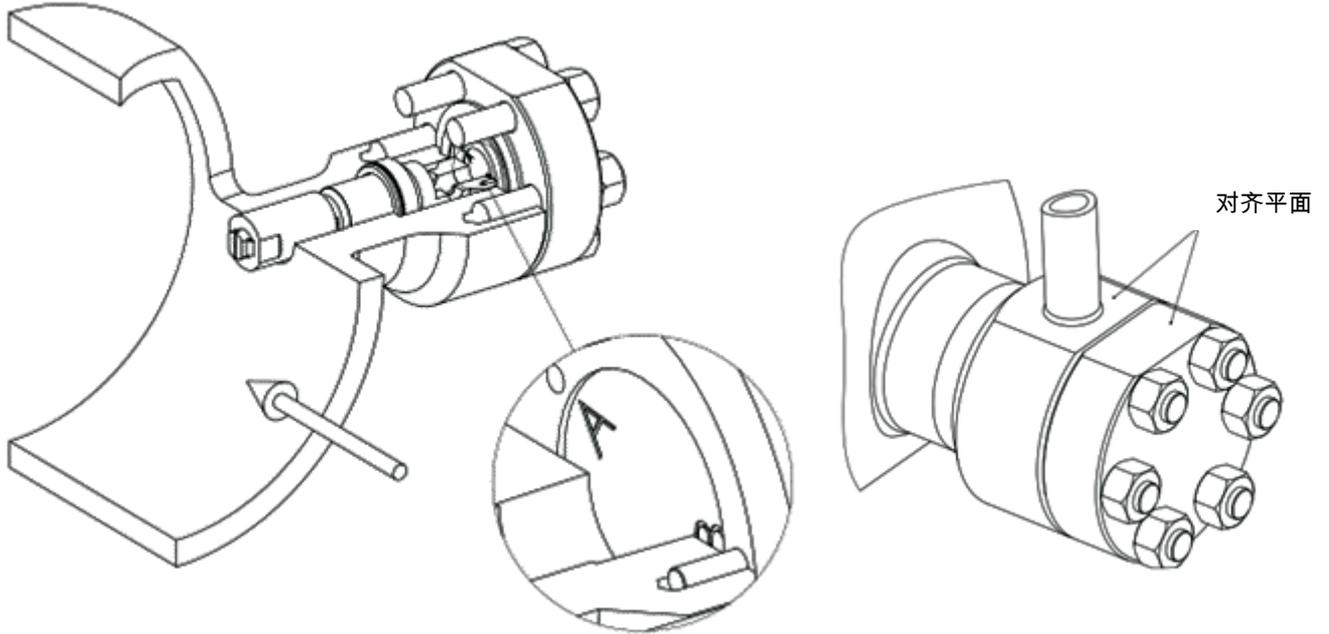

图 11 - 带扁平喷嘴的 DSH 总成
Baker Hughes 为低流量应用提供扁平喷嘴总成。扁平喷嘴喷出扁平喷形，其必须垂直于蒸汽流才能正常发挥作用。为此，需要使用销钉将喷嘴总成与盖板法兰连接起来。如下图 11 所示，根据喷嘴数量的不同，定位销可以安装在“A”孔或“B”孔中，并且喷嘴外壳的平面与盖板法兰对齐。销钉的正确位置也可在减温器随附的文件中找到。
4. 如图 11 所示，如果安装的是扁平喷嘴，则卸下定位销（项目 8）。
6. 安装盖板法兰（项目 9），确保盖板垫圈留在垫圈槽中。如果安装的是扁平喷嘴，则将喷嘴盖板的平面与喷嘴外壳对齐，并将销钉（项目 8）与喷嘴分总成配合，如图 11 所示。